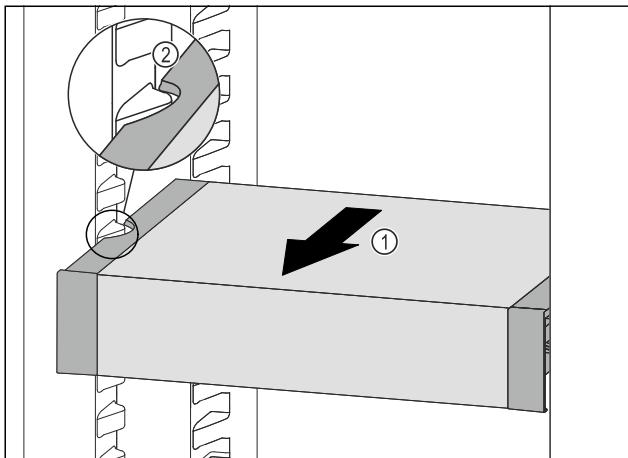

Fig. 138
- Потягнути VarioSafe вперед Fig. 138 (1), поки бокові заглиблення VarioSafe не опиняться на рівні ребра для ємності в охолоджувальному відділенні. Fig. 138 (2)